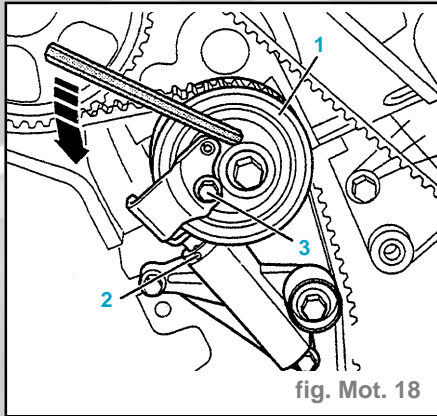

fig. Mot. 18
- Tendre la courroie crantée ; à cet effet, tourner le galet-tendeur de courroie crantée -1- dans le sens de la flèche à l'aide d'une clé mâle pour vis à six pans creux (8 mm) et d'une allonge (p. ex. V.A.G 3114) jusqu'à ce que la goupille d'arrêt puisse être retirée (Fig. Mot. 18).